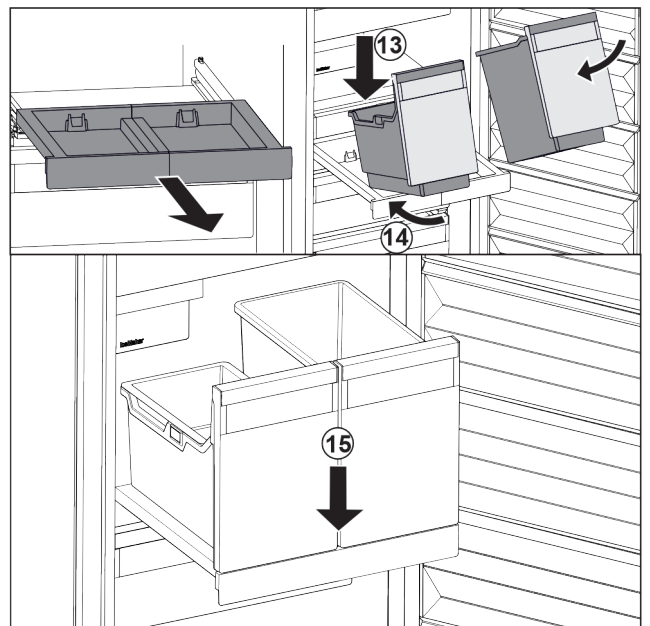

Fig. 95
- ▶ Behälter schräg auf das Auszugsbord aufsetzen. Fig. 95 (13)
- ▶ Behälter schräg nach hinten einschieben. Fig. 95 (14)
- ▶ Behälter vorne absetzen. Fig. 95 (15)